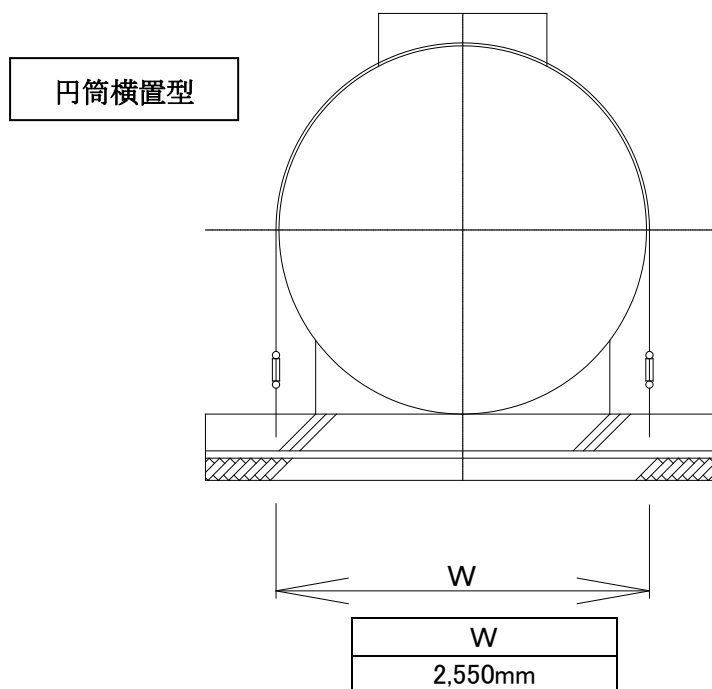
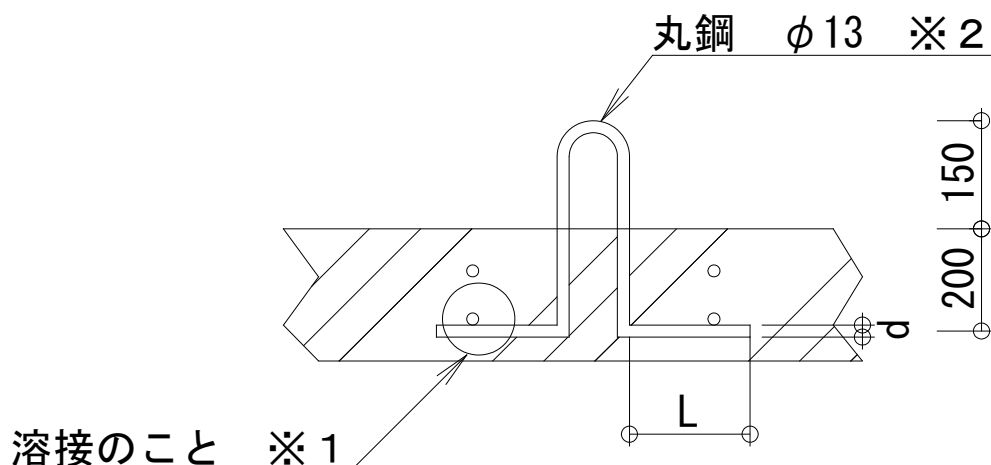
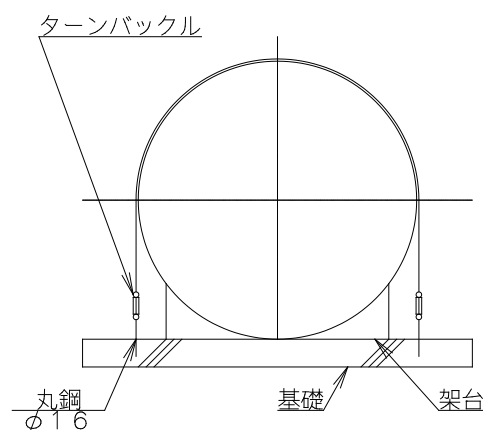

図 6
図 7
図 8
- ③ 固定アンカーは、コンクリートの上面から 150mm 頭を出します。(図 6・図 7 参照)
- ⑤ 槽を設置したら固定用ワイヤーを図 6 のようにまき、ベースに埋め込んだアンカーフックにターンバックルを介して結合し、ネジ部の塗装を行います。湧水のある場合は、ワイヤーロープの代わりにフラットバーを用い、図 8 のように設置します。